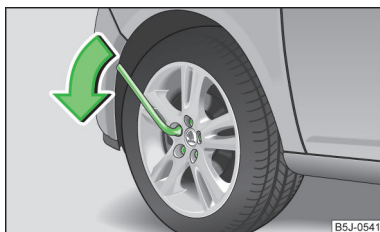

Fig. 140
- Agarrar la llave por el extremo y girar el tornillo aproximadamente **una** vuelta hacia la izquierda en el sentido de la flecha » fig. 140.
- Agarrar la llave por el extremo y girar el tornillo en el sentido contrario al de la flecha » fig. 140 hasta que quede fijo.